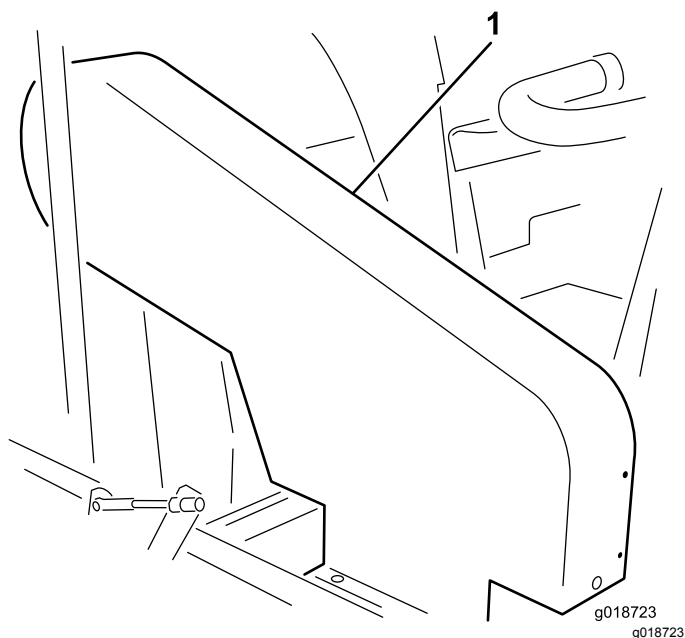

Figura 19
Nota: Non è necessario rimuovere il paracinghia superiore (Figura 19) per controllare la tensione della cinghia. Se togliete il paracinghia, togliete i 4 bulloni, le rondelle e i dadi che fissano la protezione al telaio. Non usate la macchina se le protezioni non sono montate.
Controllate la tensione premendo la cinghia al centro tra la puleggia della girante e della frizione con una forza compresa tra 18 e 22 N. La cinghia deve flettersi di 1,3 cm. Se la flessione non è corretta, fate riferimento a Regolazione della cinghia di azionamento della girante (pagina 26). Se la flessione è corretta, proseguite ad utilizzare normalmente la macchina (Figura 19).
Controllate la tensione premendo la cinghia al centro tra la puleggia dell'albero ausiliario e della frizione con una forza compresa tra 18 e 22 N. La cinghia deve flettersi di 6 mm. Se la flessione non è corretta, fate riferimento a Regolazione della cinghia dell'albero ausiliario (pagina 26). Se la flessione è corretta, proseguite ad utilizzare normalmente la macchina (Figura 19).
1. Rimuovete i 4 bulloni, le rondelle e i dadi che fissano la protezione superiore al telaio (Figura 19).